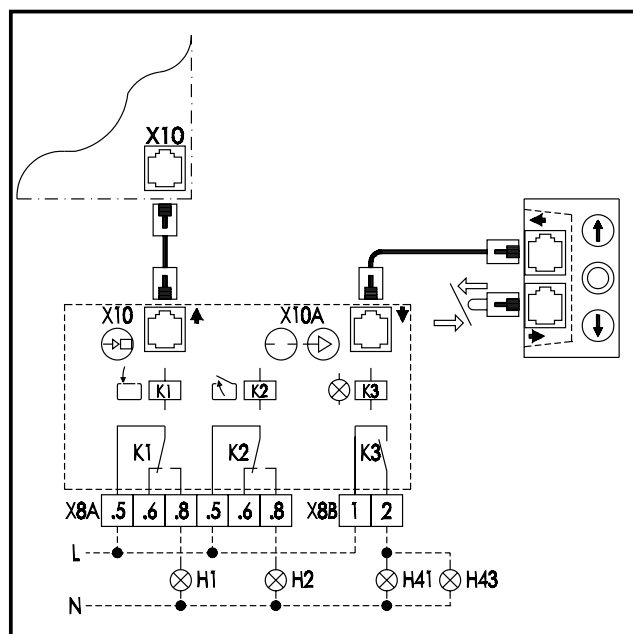

Fig. 12: Sluttposisjonsmeldinger og signallamper
- Tilslutt de to kontaktene **X10** på styringen og monteringssettet med en systemkabel, slik dette er vist på fig. 12.